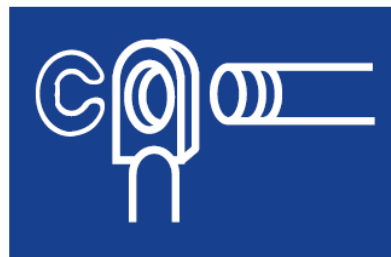

Fig. 6
3. Conector de olhal com grampo de retenção (Fig. 6).